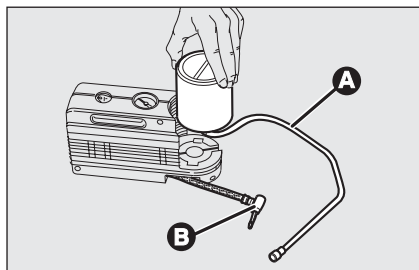

fig. 20
- déclencher la jonction **B**-fig. 20;